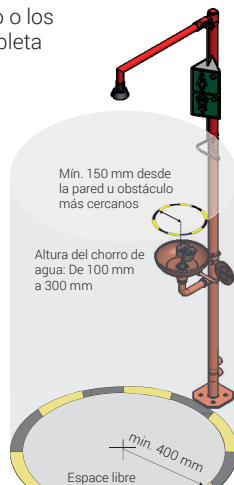

Imagen 1: Espacio libre
- Espacio libre:** Bajo la ducha corporal debe haber un espacio libre de al menos 400 mm de radio. Ver imagen 1.